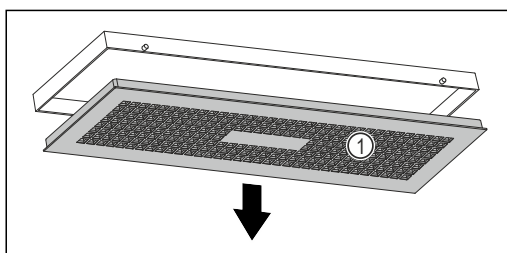

Fig. 112
- Gire lentamente el cajón de agua hacia abajo mientras sujete la cubierta Fig. 112 (1).
- Retire la cubierta Fig. 112 (1).